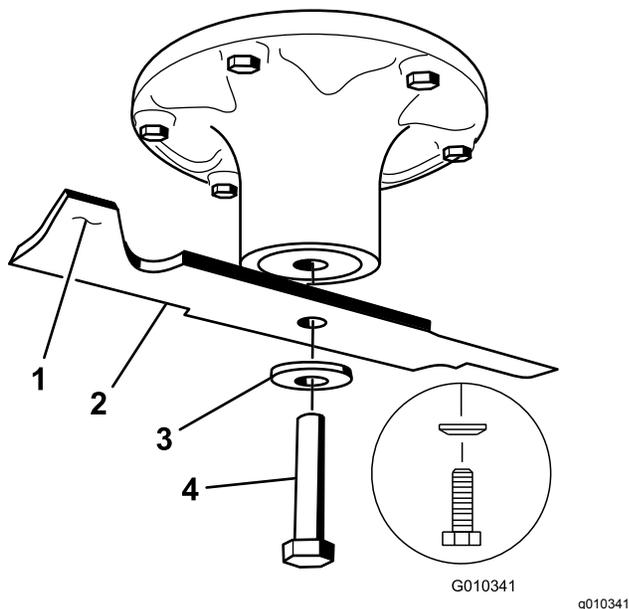

Figura 58
Sujete el extremo de la cuchilla usando un trapo o un guante grueso. Retire del eje el perno de la cuchilla (girándolo en sentido antihorario), la arandela curva y la cuchilla (Figura 58).
Nota: Si la cuchilla se mantiene horizontal, está equilibrada y puede utilizarse. Si la cuchilla no está equilibrada, rebaje algo el metal en la parte de la vela solamente con una lima (Figura 58). Repita este procedimiento hasta que la cuchilla esté equilibrada.
- Instale la cuchilla en el eje (Figura 58).
Nota: El cono de la arandela de muelle debe estar orientado hacia la cabeza del perno (Figura 58).